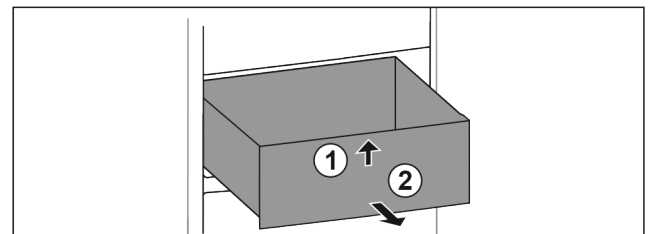

Fig. 60
- ▶ Schubfach vorne anheben. Fig. 60 (1)
- ▶ Schubfach nach vorne entnehmen. Fig. 60 (2)